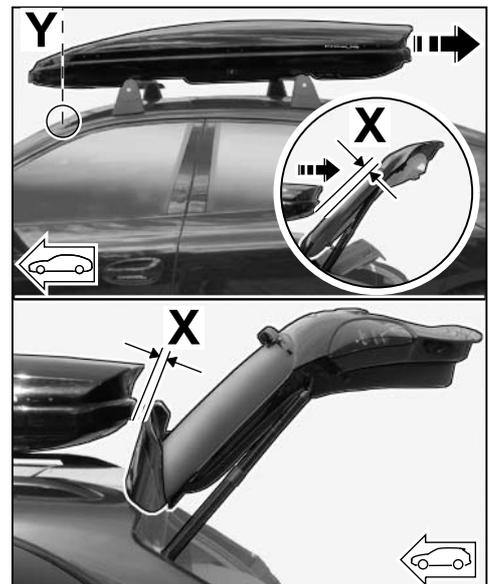

Bild 6
4.8.3 Heckdeckel / -klappe am Fahrzeug vorsichtig öffnen und Abstand "X" zur Dachbox 320 einstellen (⇒ *Bild 6*).